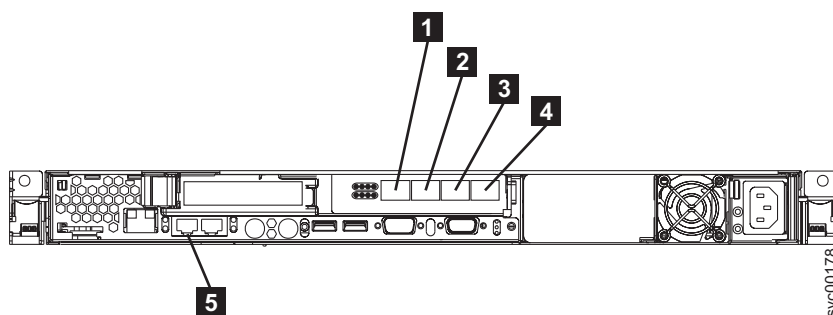
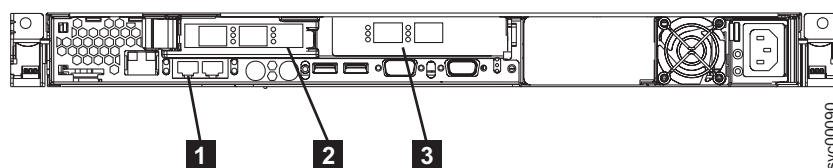

図 68. SAN ボリューム・コントローラー 2145-8F4 の後部にあるコネクタ
図 69. SAN ボリューム・コントローラー 2145-8F2 の後部にあるコネクタ
1. 図 68 または 図 69 の **5** をイーサネット・ケーブルをイーサネット・ポート 1 に接続します。